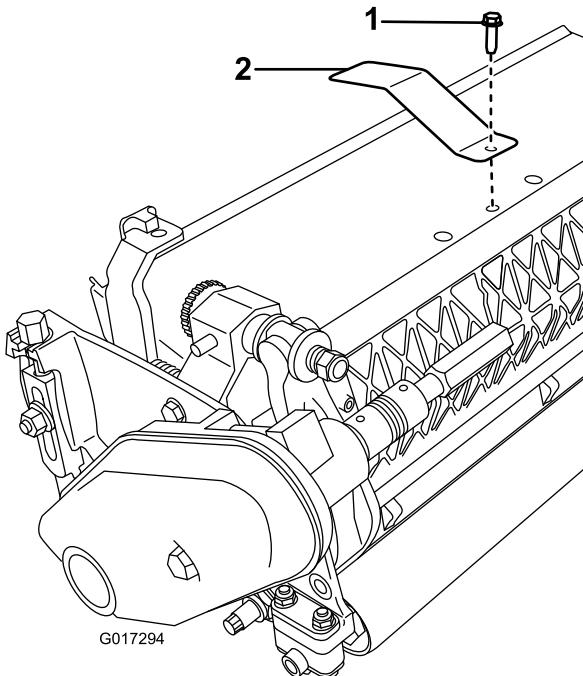

Figura 3
- Retire el perno central del deflecto de hierba (Figura 3).
- Instale la placa objetivo en la parte superior de la unidad de corte usando el perno que retiró anteriormente (Figura 3).